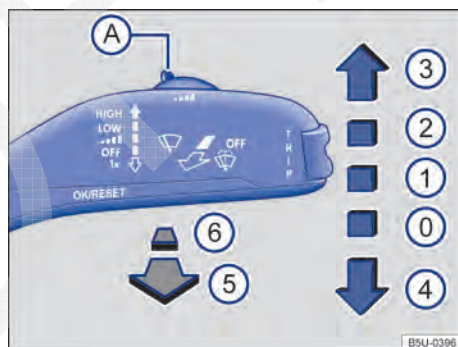

Fig. 78 Variante 1: comandar os limpadores / lavadores do para-brisa.
- ① **OFF** Limpadores do para-brisa desligados.
Variante 1: temporizador dos limpadores do para-brisa. Com o interruptor → Fig. 78 (A) regular os níveis de intervalo (veículos sem sensor de chuva) ou sensibilidade do sensor de chuva (veículos com sensor de chuva).